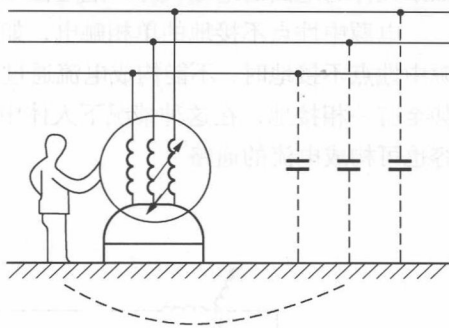

图 1-4 接触电压触电
④ 接触电压触电。接触电压触电是指人站在发生接地短路故障设备的旁边，触及漏电设备的外壳时，其手脚承受的电压。由于接触电压而触电称接触电压触电，如图 1-4 所示。接触电压的大小随人体站立点的位置而异。当人体距离接地体越远时，接触电压越大；当人体站在距离接地体 20m 以外处与带电设备外壳接触时，接触电压达到最大值，等于设备外壳的对地电压；当人体站在接地体附近与设备外壳接触时，接触电压接近零。因此，要防止接触电压触电，就要使每台电气设备均有良好的单独保护接地，即使外壳有电，也能使大部分电流经过保护接地流入大地，这样人手触摸有电设备外壳也不致于发生触电危险。